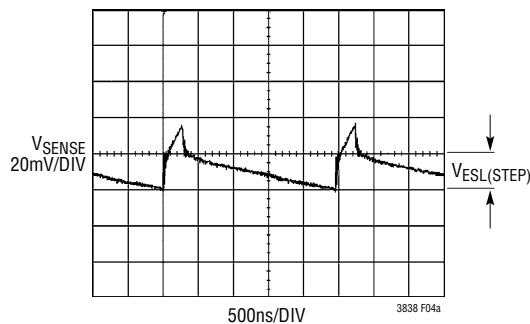

図4a. 検出抵抗の両端で直接測定した電圧波形
1.2V/15A のコンバータの場合、実装面積が2010の $2\text{m}\Omega$  検出抵抗の両端の電圧波形を図4aに示します。この波形は純粋に抵抗性の成分と純粋に誘導性の成分を重ね合わせたものです。これは、差動での測定結果を得るため、オシロスコープの2つのプローブと波形計算を使用して測定しています。インダクタのリプル電流および上側スイッチのオン時間とオフ時間の追加測定に基づき、寄生インダクタンスの値は次式によって $0.5\text{nH}$  であると計算されました。
ここで、 $V_{ESL(STEP)}$  は ESL によって生じた電圧ステップで、図4aに示します。また、 $t_{ON}$  および  $t_{OFF}$  は、それぞれ上側 MOSFET のオン時間およびオフ時間です。寄生インダクタンスを検出抵抗で割った値 ( $L/R$ ) に近くなるように RC 時定数